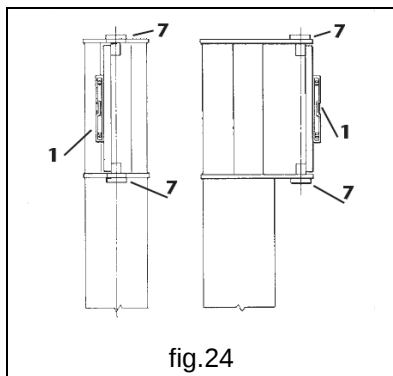

fig.24
- c. Verificar la verticalidad del eje de rotación, utilizando para esta operación un nivel de burbuja **L** y una barra que se apoyará directamente en los pernos de rotación **7** (fig.24).